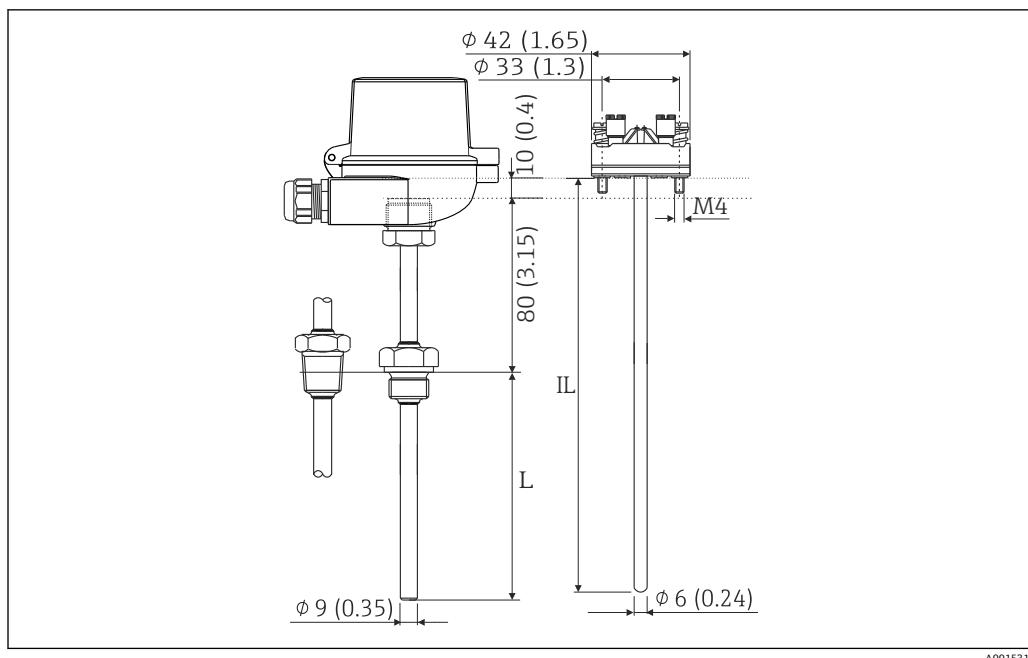

图 8 RTD 总成 (可选附件) , 尺寸, 单位: mm (in)
取得 MID 许可的测量仪表正面标牌上带有 MID 标记。→ 图 1, 图 8。该许可取代了最初的现场标定。
另请参考安装建议 EN1434-2 (D)，图 8。